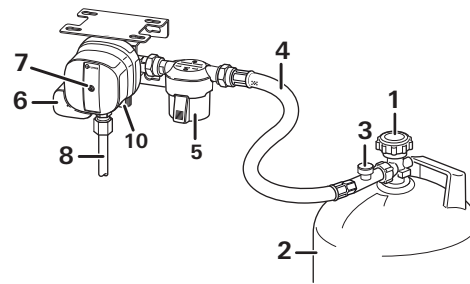

Figura 1a
- Conectar la botella de gas (2) y asegurarse de que el estado de la conexión para tubo flexible sea el adecuado.
- Abrir la válvula de la botella (1).
- Presionar firmemente el seguro antirrotura (figura 1a – 3) en el tubo flexible de alta presión durante aproximadamente 5 segundos.
- Si el botón de restablecimiento (7) amarillo no está pulsado (posición «no preparado para funcionar»), restablecer el sensor de colisión.
- Cerrar la válvula (1) de la botella de gas (2) vacía.
- Desenroscar de la botella de gas (2) el tubo flexible de alta presión (4) o, en caso de disponerse de él, retirar el adaptador insertable.
- Abrir la válvula (1) de la botella de gas llena.
- Presionar el seguro antirrotura (figura 1a – 3) y, en caso necesario, presionar el botón de restablecimiento amarillo (7), girarlo ligeramente en el sentido de las agujas del reloj y mantenerlo presionado durante 10 segundos.
- Enroscar el tubo flexible de alta presión (4) específico del país en cuestión a la entrada del filtro de gas (5) / MonoControl CS y a la botella (2 / o al adaptador insertable).